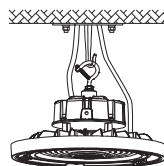

Figure 2
2. Accrochez le luminaire au crochet ou à la chaîne du plafond. (Figure 2)